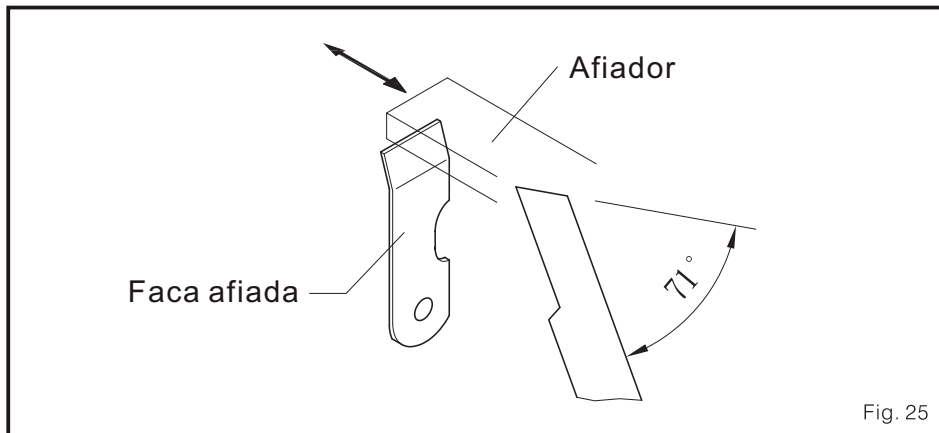

Fig. 25
3. Se a faca não este fiosa, proceda afia-a isto com um arquivo ou machucadora. Porém, a faca móvel não deveria ser afiada, só o ser capaz ser substituído. Se a faca móvel colide com o fim ou o espaço mencionado é excessivo, causará racha rebordeando, significando que o fim de fio não pudera ser rebordeado. (Fig. 25)